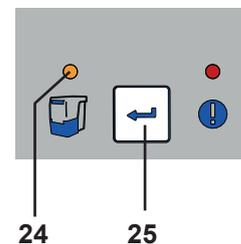

Abb. 11
- ◆ Anzeige Staubschublade (24) erlischt.
**Wird die Staubschublade nicht geleert, leuchtet die Anzeige der Staubschublade (24, Abb. 11) weiterhin. Nach dem Aus- / Einschalten des Gerätes wird durch einen 3-maligen Signalton erneut auf das Entleeren der Staubschublade hingewiesen.**